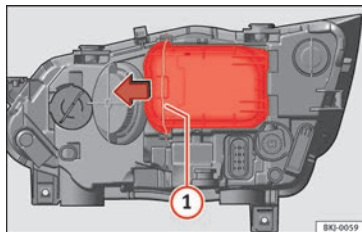

Fig. 111 Dans le compartiment moteur : retirer le cache.
- Déplacez le tirant **» fig. 111 1** dans le sens de la flèche puis retirez le cache.